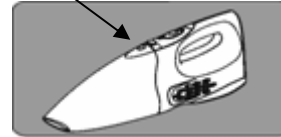

Fig. 2
1. Pour ouvrir la coupelle à poussière, appuyez sur le bouton de relâche de la coupelle et retirez la coupelle de l'aspirateur. (Fig. 2)